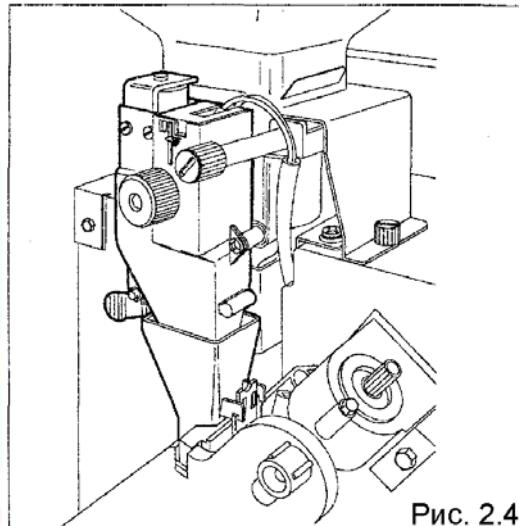

Рис. 2.4
- Мельница работает до тех пор, пока не будет получена доза молотого кофе, установленная дозирующим устройством (рис.2.4)